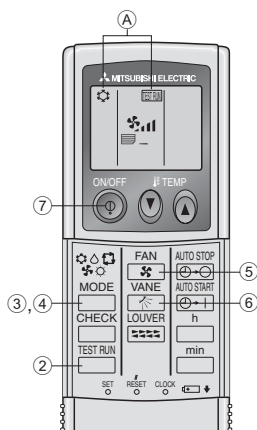

Рис. 7-2
7.2.2. Использование беспроводного пульта дистанционного управления (Рис. 7-2)